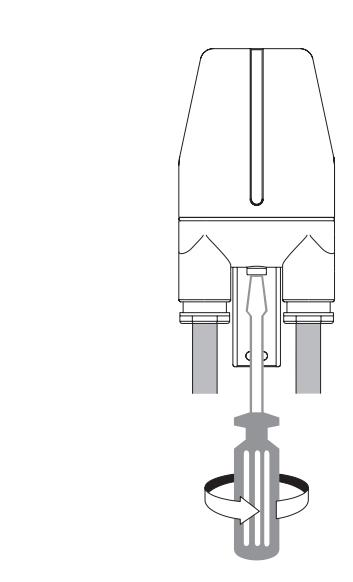

fig.7
- Fijar la tapa apretando el tornillo de seguridad ubicado en la parte inferior de la base. Apretar el tornillo hasta que la tapa presione sobre la guarnición garantizando el cierre hermético (fig. 7).